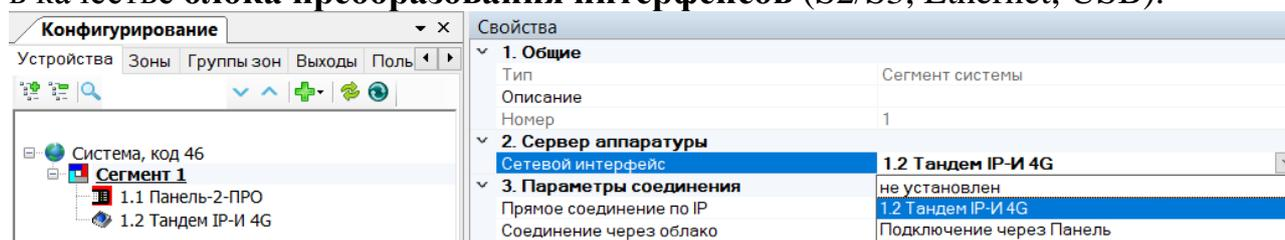

Рисунок 6.10
- Для выбора способа подключения необходимо перейти в настройки сегмента и выбрать в качестве сетевого интерфейса Тандем IP-И 4G (см. Рисунок 6.10). Такое подключение также обеспечивает функционирование прибора в качестве **блока преобразования интерфейсов** (S2/S3, Ethernet, USB).
- В ПО С-М необходимо перейти в настройки сегмента и в качестве сетевого интерфейса выбрать "Тандем IP-И 4G" (см. Рисунок 6.10).